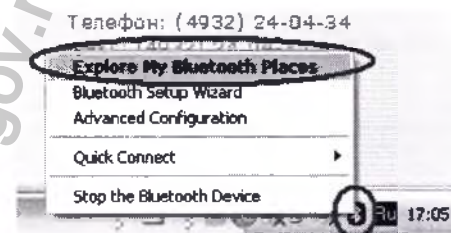

Рис. 15
1. Щелкните правой кнопкой мышки по значку «Bluetooth» и выберите команду «Explore My Bluetooth Places» (рис. 15).